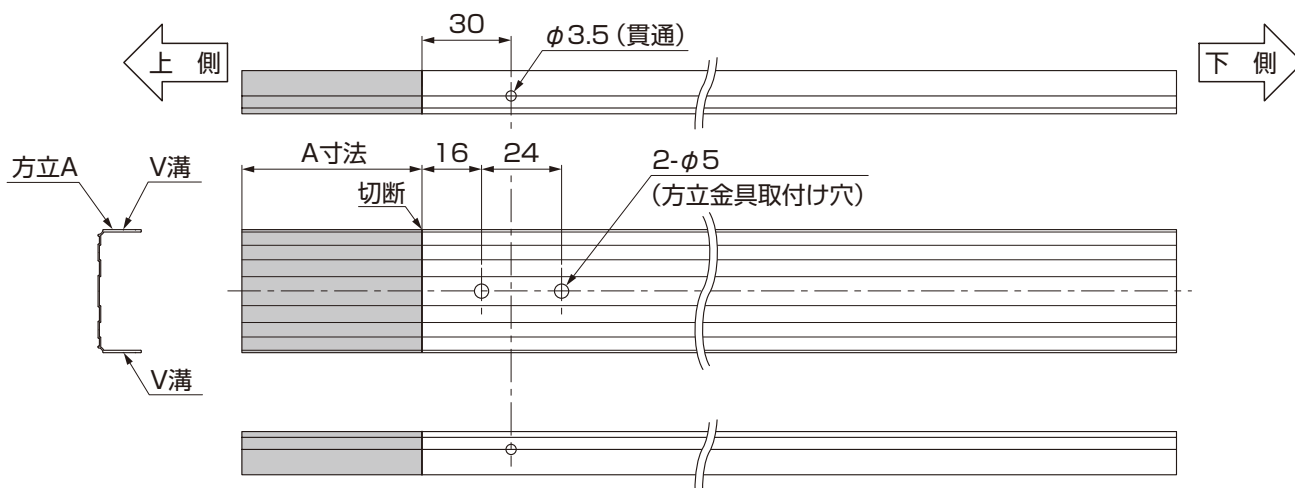
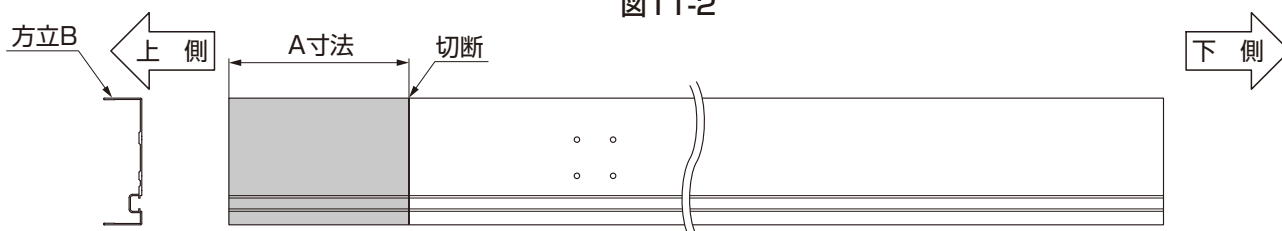

図11-2
図11-3
- ① A寸法を実測してください。
- ② 図11-2、図11-3を参照して方立A、方立Bを加工してください。